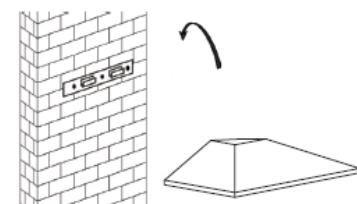

Fig. 2
5. Suspundați hota de bucătărie pe suportul de perete (a se vedea fig. 2).